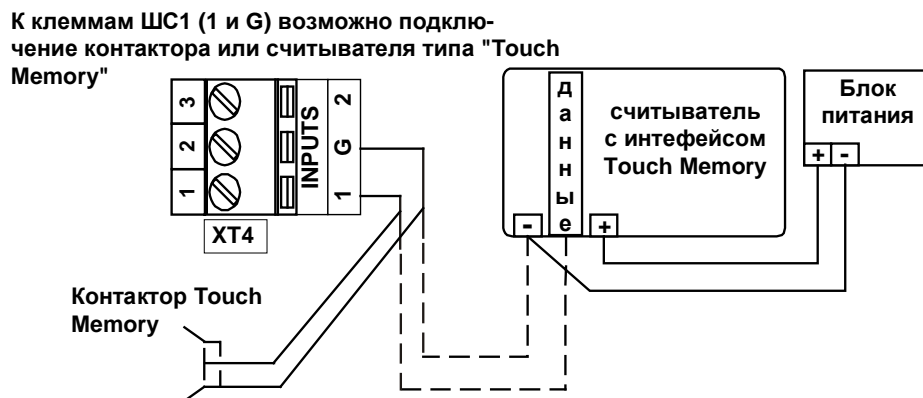

Рис. 4 Подключение контактора или считывателя(пунктиром) Touch Memory
Контактор «Touch Memory» подключается к ШС1, центральный контакт на «+» ШС1 (1), кольцо на общий вывод (G). При подключении – строго соблюдать полярность (см. Рис. 4).